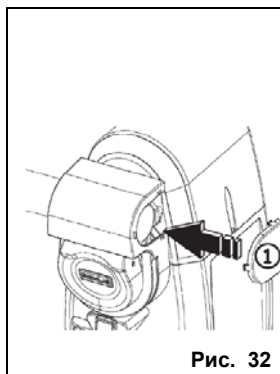

Рис. 32
- Установить заднюю заглушку на корпус механизма отпирания (рис. 32, поз. 1).